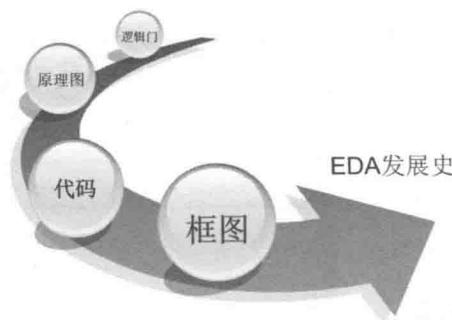
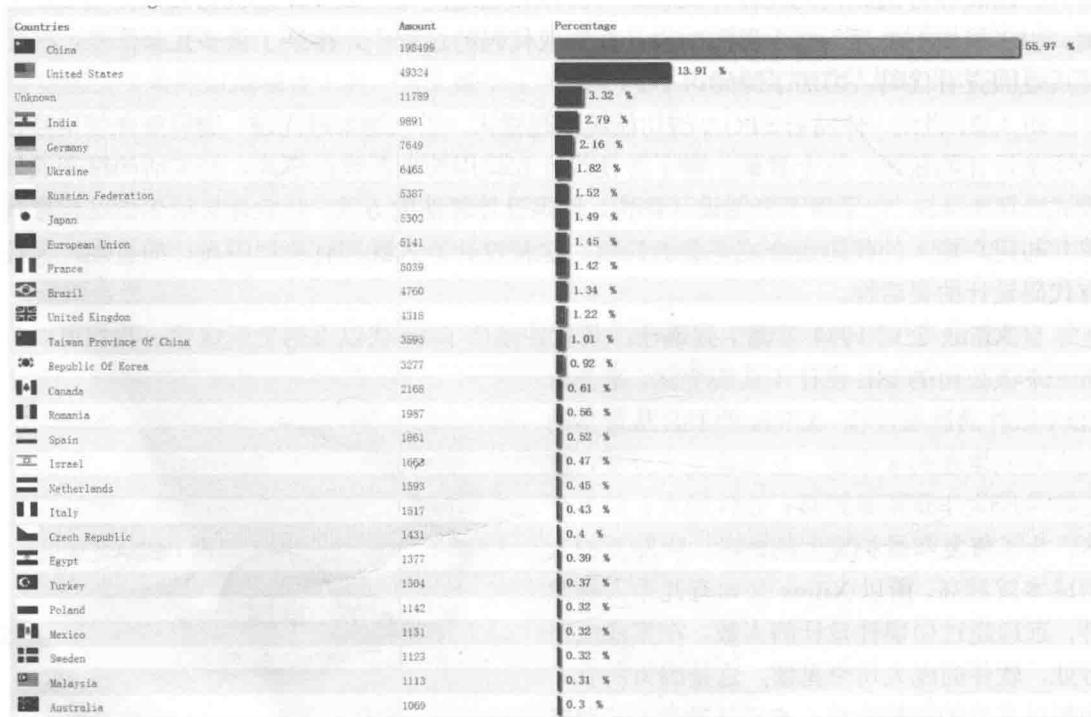

图 1-1-1
图 1-1-3
1.1.2 EDA 的发展史（参见图 1-1-1 至图 1-1-3）